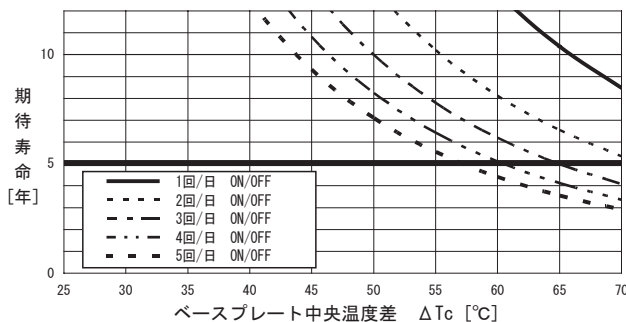

図6.1 熱疲労による期待寿命グラフ
- 図6.1に当社加速試験結果を元に算出した1日のON/OFF回数とベースプレート中央部温度差 ΔT_c に対する製品の期待寿命を示します。
■無償補償期間5年ですが、図6.1に示す期待寿命が5年未満の場合、この寿命を無償補償期間とします。